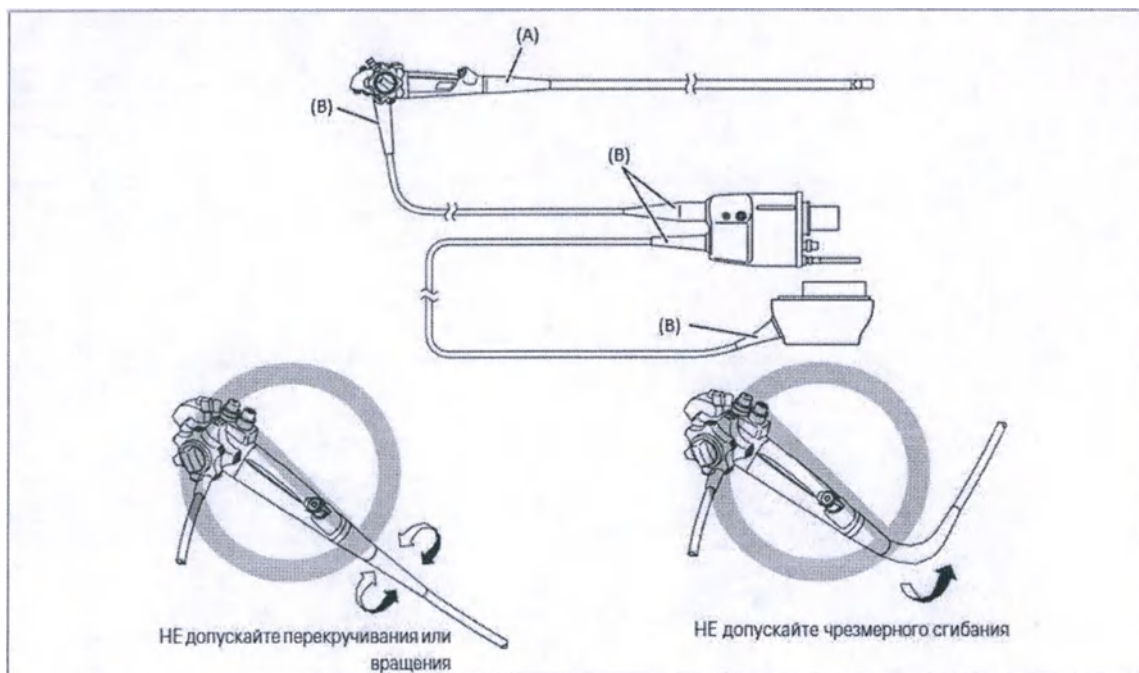

Рис. 1.5
- **ЗАПРЕЩАЕТСЯ** чрезмерно скручивать, поворачивать и изгибать компенсаторы механических напряжений на инструменте (компенсаторы механических напряжений см. рис. 1.5(A) и (B)). Это может привести к повреждению инструмента. Обратите особое внимание на осторожное обращение с компенсатором вводимой части (см. рис. 1.5 (A)) на эндоскопе, так как он имеет маленький диаметр и с большой вероятностью может пострадать при неправильном обращении.